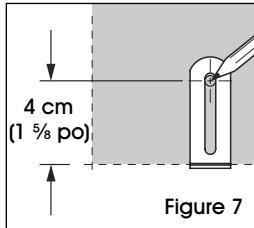

Figure 7
2. Retirez le tableau et marquez le mur à 4 cm (1 5/8 po) du bas des supports en L. (Voir Figure 7)